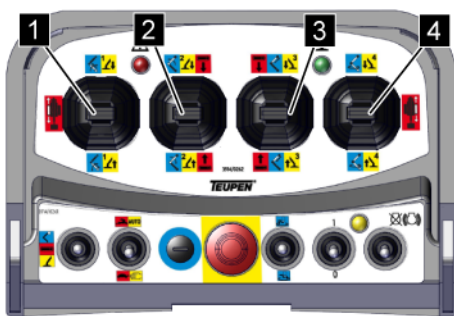

Abb. 126: Steuerhebel Stützen
10. → Mit den Steuerhebeln (Abb. 126/1 bis 4) die Stützen 1 bis 4 gemäß nachfolgender Tabelle bedienen.